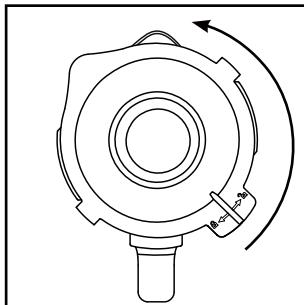

Fig. 1
- 1) Ruotare l'inserto mixer **③** in senso antiorario finché la freccia **▼** sotto la maniglia dell'inserto mixer non si trovi al di sopra della posizione **④**. Rimuovere l'inserto mixer **③** sollevandolo in verticale dal blocco motore **⑥**.
- 2) Rimuovere il coperchio **②**, ruotandolo in senso antiorario in direzione della posizione **⑤** (vedere Fig. 1), fino a poterlo estrarre verso l'alto.
3) Riempire l'inserto mixer **③** almeno fino alla tacchetta inferiore della scala graduata **⑧** e non oltre il segno MAX. Per risultati ottimali si consigliano le seguenti quantità di riempimento massime: